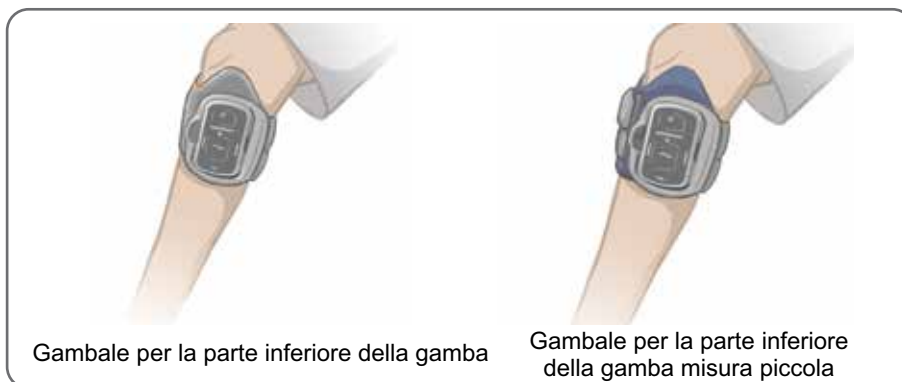

Figura 6-14: Gambale per la parte inferiore della gamba fissato sull'arto
5. Verificare che il gambale per la parte inferiore della gamba sia correttamente posizionato (Figura 6-14). Riposizionare il gambale per la parte inferiore della gamba secondo necessità. Regolare i fissaggi per una stretta adesione (Figura 6-12).